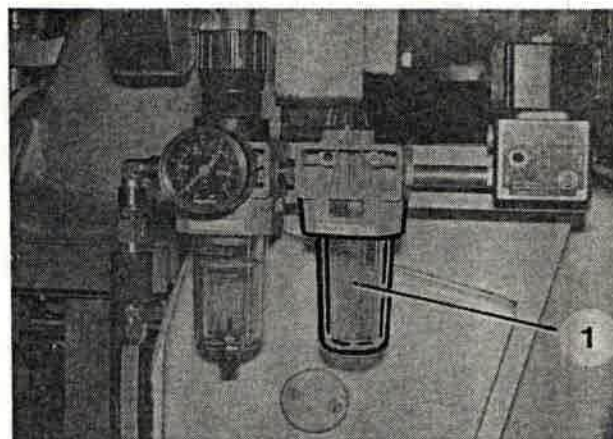

Bild 94
2. Zum Ergänzen des Öls Vorratsglas (Bild 94/1) nach links drehen und nach unten wegnehmen. Öl bis zur Max.-Markierung nachfüllen (Schmierstoff siehe Abschnitt 1.2).